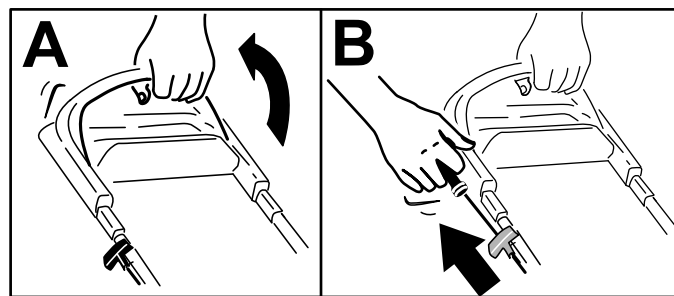

Figura 14
1. Sujete la barra de control de las cuchillas contra el manillar (Figura 14, A).
2. Tire del arrancador de retroceso (Figura 14, B).